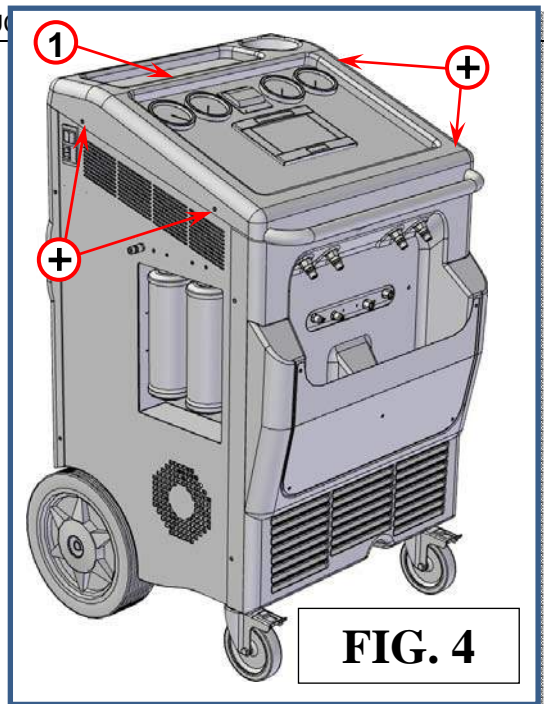

FIG. 4
1. Carter supérieur en plastique, voir la Fig. 4